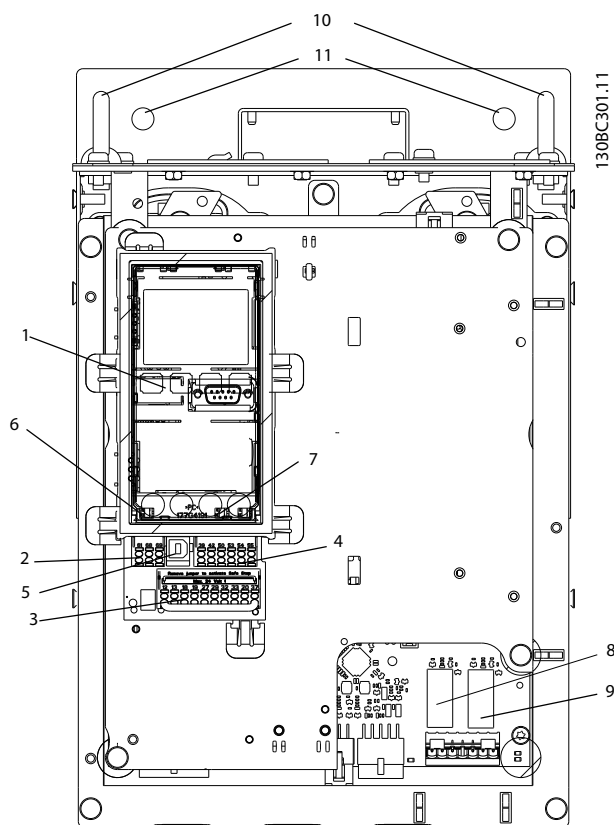

Рисунок 9.56 Расположение заглушек реле, поз. 8 и 9
- Удалите все заглушки реле с надписью RELAY (РЕЛЕ). См. *Рисунок 9.56*.